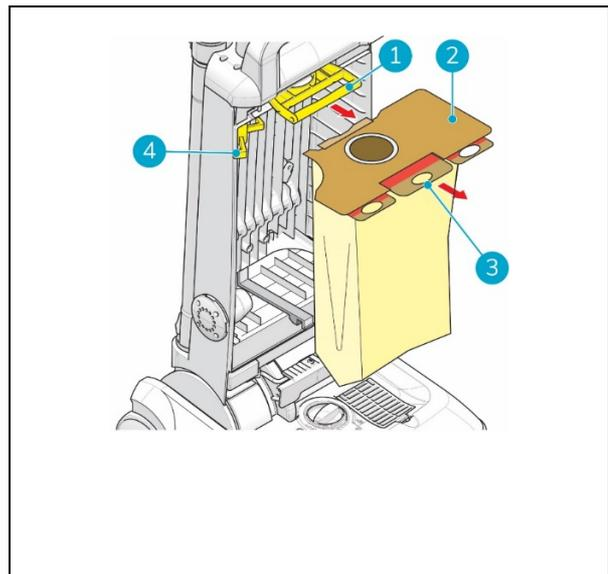

Figura 12
3. Tirare la maniglia (Figura 12, pos 1) fino a quando non si blocca.
4. Ruotare lateralmente la piccola maniglia (Figura 12, pos 4) per spingere verso l'esterno il sacchetto per la polvere.
5. Tirare l'etichetta di cartone (Figura 12, pos 3) per sigillare il sacchetto per la polvere.
6. Rimuovere il vecchio sacchetto per la polvere (Figura 12, pos 2).